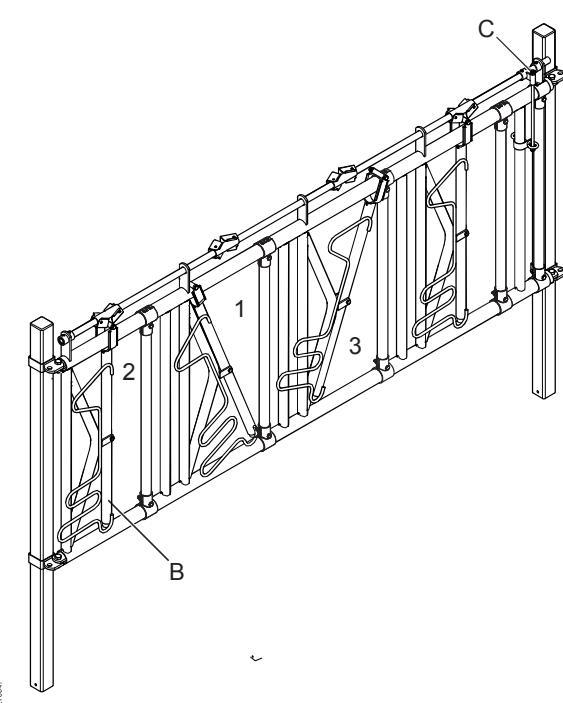

Fig. 5: DeLaval sikkerhetsfangfront HLS50.
Hvis styringsenheten er i låst posisjon, løses svingrøret automatisk når det vrис til vertikal posisjon (2). Se Fig. 5. Kyrne kan bare gå bort fra gjerdet etter at håndtaket har blitt dreid til den åpne posisjonen, eller låseinnretningen har blitt løsnet manuelt.
Hvis låseinnretningen frigis manuelt, kan det dreibare røret bli vridd til åpen posisjon (1) eller sikkerhetsposisjon (3) avhengig av hvilken side av låseinnretningen som frigis, og hvilken funksjon som trengs. Se Fig. 5.